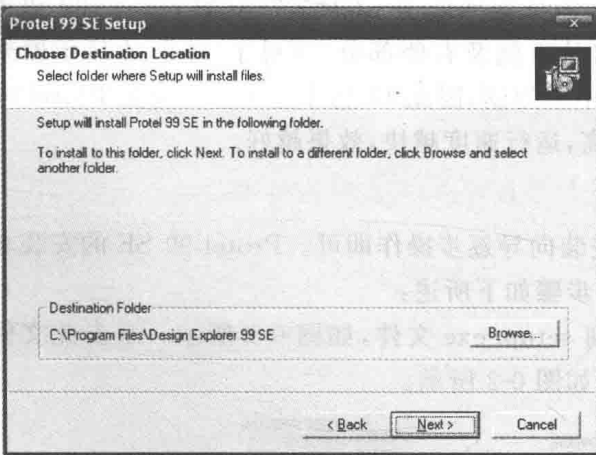
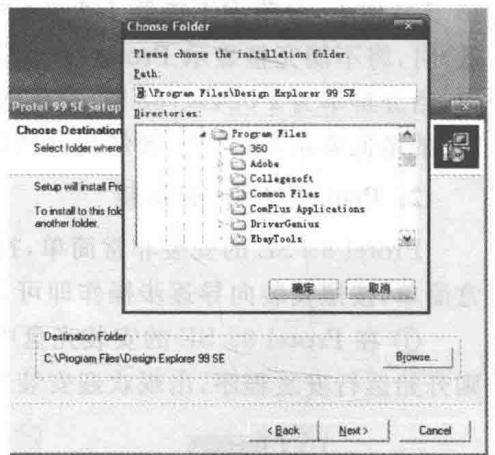
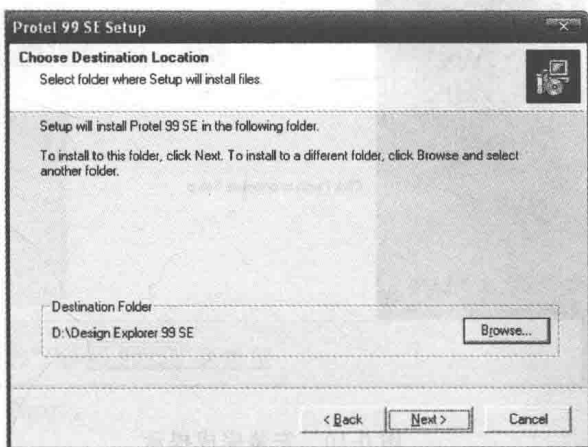
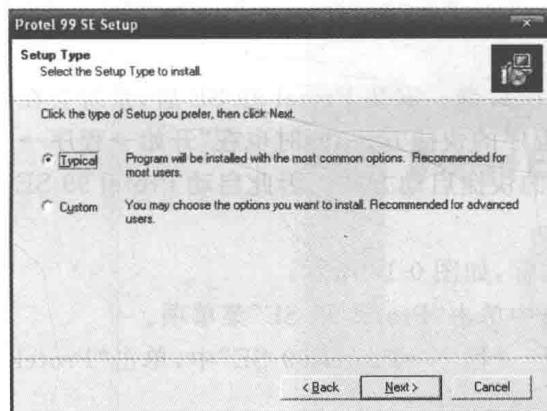

图 0-4 提示用户确认或修改安装路径
图 0-5 修改安装路径过程
图 0-7 修改安装路径结果图
图 0-8 选择安装类型
单击 Next(下一步)按钮,出现用户注册对话框。在如图 0-3 所示的对话框“Name”一栏中输入用户名,“Company”一栏中输入单位名称,“Access Code”一栏中输入序列号,序列号一般可在文件“sn.txt”中或产品外包装上找到。如果在安装时忘记输入序列号,也可以在安装后,启动时输入序列号。输入完成后“Next”按钮将可操作,单击该按钮,进入如图 0-4 所示安装对话框。
② 在图 0-4 所示对话框中提示用户确认或修改安装路径。默认路径是“C:\Program File”。如果想要修改,则单击“Browse...”按钮,选择安装路径,如图 0-5 所示。
单击“确定”后,如图 0-7 所示(初学者可以不修改安装路径,而选择默认路径,见图 0-5)。单击“Next”按钮,将显示如图 0-8 所示的安装对话框。
④ 如图 0-8 所示的安装对话框中“Typical”按钮表示选择典型安装,“Custom”按钮表示选择自定义安装。初学者可以选择典型安装。单击“Next”按钮,将显示下一个安装对话框,单击“Back”按钮可以返回前面的步骤进行重新选择,若没有修改则单击“Next”